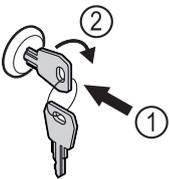

Fig. 145
- ▶ Inserire la chiave Fig. 145 (1).
- ▶ Ruotare la chiave di 90° in senso orario Fig. 145 (2).